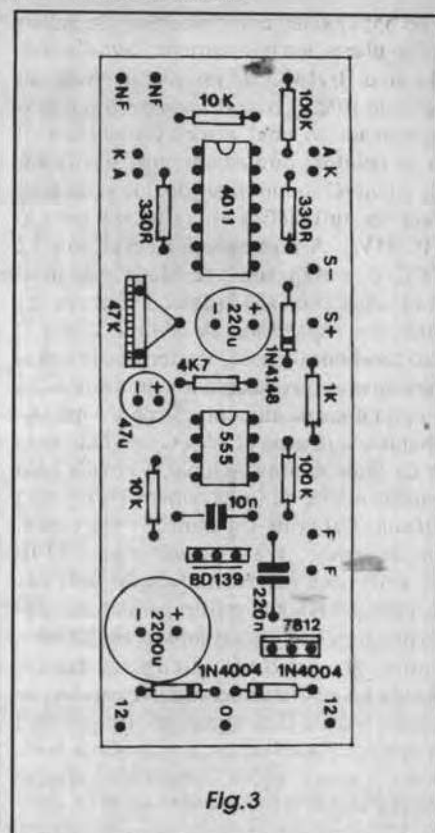

Fig. 3
- **FIG. 3 - CHAPEADO DA MONTAGEM** - Como sabem os leitores/hobbyistas e profissionais que nos acompanham há mais de 5 anos, damos aqui em APE, o nome de **chapeado** à vista **real** (ou estilizada, em alguns casos...) dos componentes já corretamente posicionados sobre o lado **não cobreado** da placa, incluindo **todas** as possíveis e necessárias identificações de códigos, valores, polaridades, em detalhes visuais completos... É só seguir com atenção, que nenhum erro será cometido... Cuidado especial, como sempre, deve ser dedicado à inserção dos componentes **polarizados**, quais sejam: os integrados (notando que o 7812, que **parece** um transistor de potência comum, tem sua lapela metálica claramente indicada, **olhando** para o capacitor de 220n), o transistor (também com seu lado metalizado indicado por